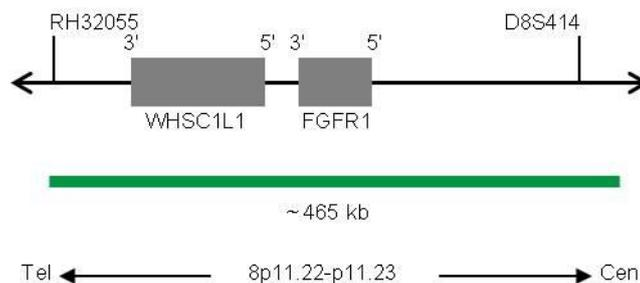

Fig. 1: SPEC FGFR1 Mapa da sonda (sem escala)
- Polinucleótidos (~10 ng/ μ l) com marcação ZyGreen (excitação 503 nm/emissão 528 nm), dirigidos ao mapeamento de sequências alvo em 8p11.22-p11.23* (chr8:38,063,906-38,527,745) contendo o gene FGFR1 (ver Fig. 1).